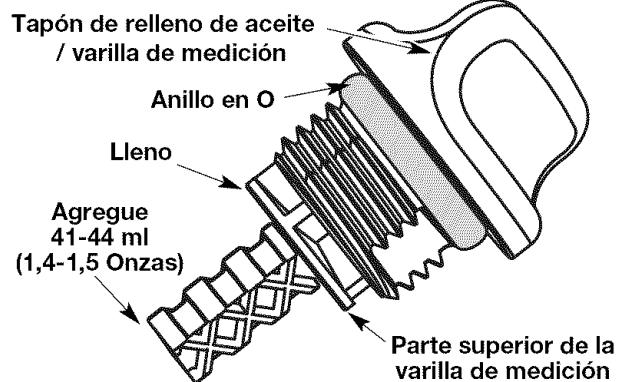

Fig. 15
- Retire el tapón de relleno de aceite / varilla de medición e inspeccione el nivel del aceite. El aceite debe llegar hasta la parte superior de la varilla de medición (Fig. 15).